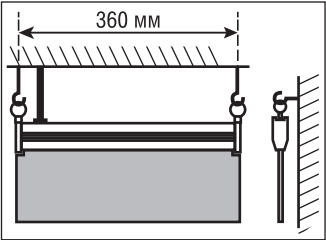

Рисунок 2
- Установите два подвеса или крепления по месту монтажа светильника на расстоянии 360 мм (Рис. 2).